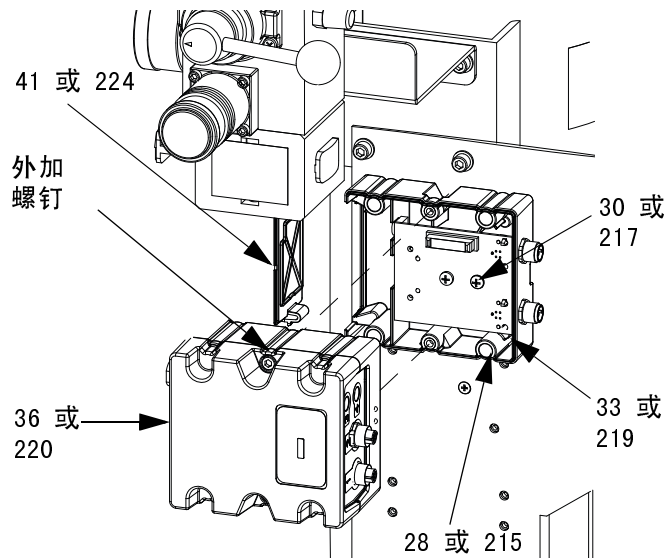

图 55: 卸下 FCM
4. 从基座 (33 或 219) 上卸下螺钉 (28 或 215) 和接地螺钉 (30 或 217)。请参见图 55。
7. 将选择器开关设置为用于柱塞 A 的“A”或用于柱塞 B 的“B”。请参见图 55。